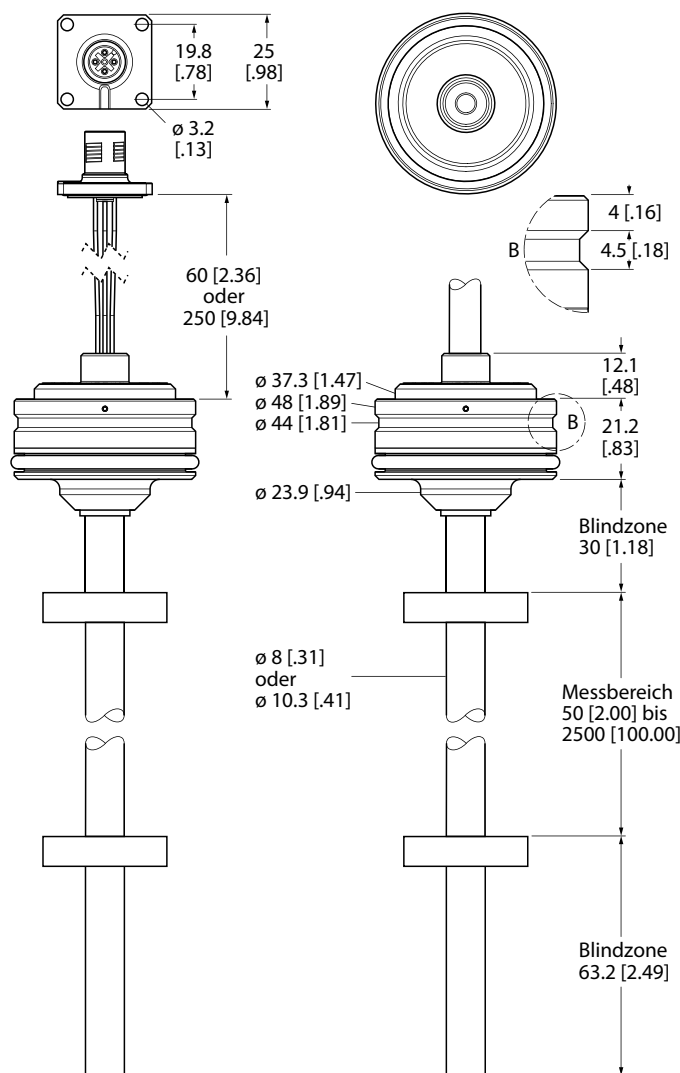

Abb. 1: Geräte-Abmessungen LTE-... mit Blindzonen in mm [in]
- Zylinderkopf wie unten gezeigt vorbereiten. Abmessungen des Sensors siehe Abb. 1.